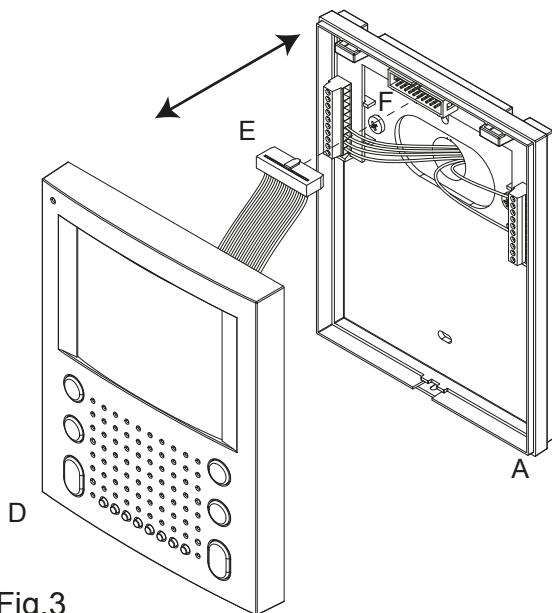

Fig.3
1. Per installare il videocitofono Art.SL5456 è necessario aprirlo: facendo riferimento alla figura 4, svitare la vite "G", tirare a se il coperchio "D" quindi spingerlo verso l'alto (o in avanti se si effettua l'operazione tenendo il videocitofono in orizzontale) e scollegare il connettore maschio "E" (Fig.3) dal connettore femmina "F" (Fig.3) della scheda di connessione alloggiata sulla base "A".
1. To install Art.SL5456 it is necessary to open it. Follow picture n.4: turn screw "G", pull cover "D" and lift it up (or push it forward if the videomonitor is in horizontal position), then disconnect plug "E" (Fig.3) from plug "F" on the connection board housed on the bottom "A".
5. As shown in figure 3, move cover "D" close to bottom "A", connect plug "E" to plug "F" on the connection board then proceed with the next step.